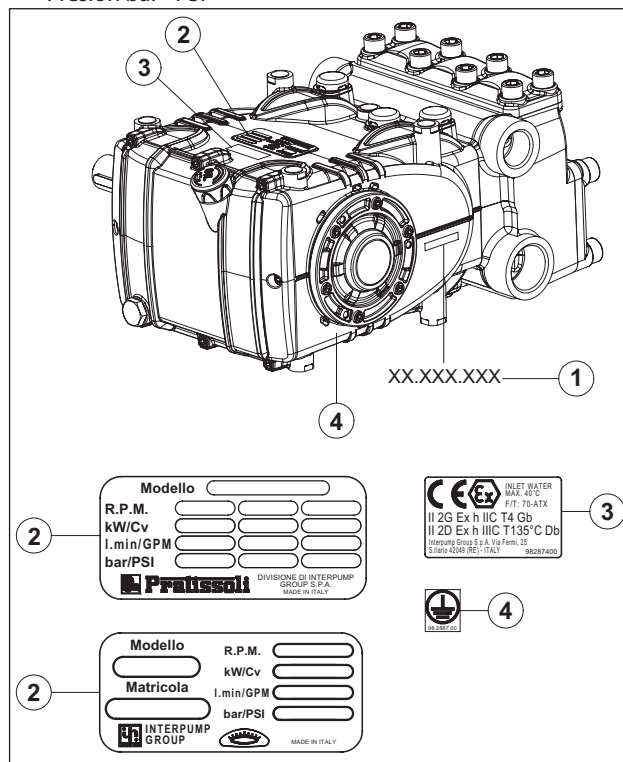

Fig. 1
Todas las bombas tienen su propio N.º de serie XX.XXX.XXX, véase la pos. ①, y una placa de identificación, véase la pos ② de Fig. 1, en la que se indica: